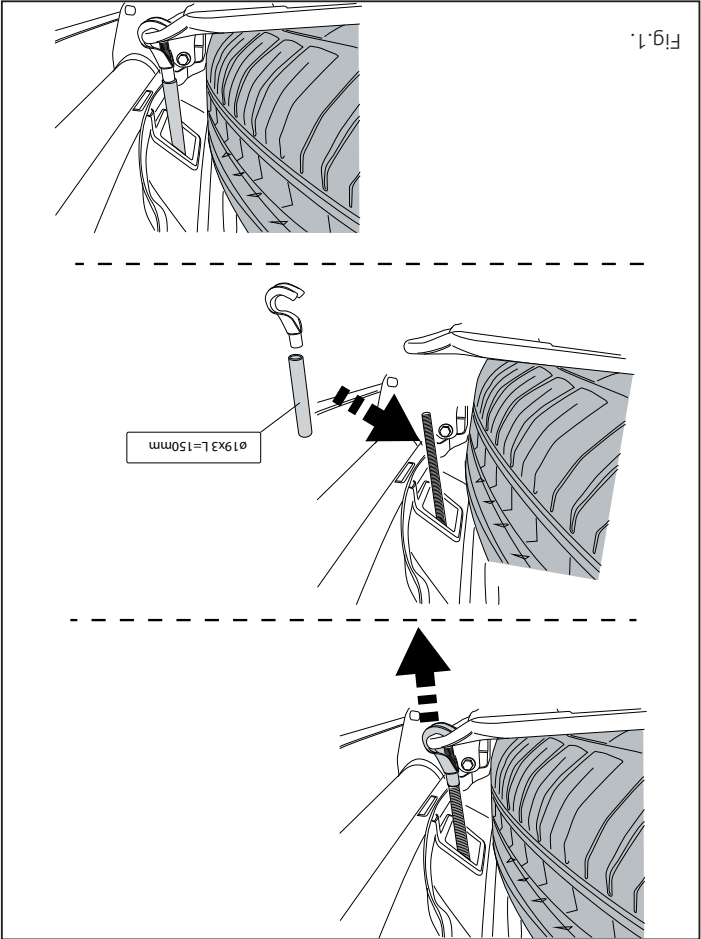

Fig.1.
11. **Let op, indien aanwezig:** Monteer het aangegeven deel. Herplaats het reserve wiel. Zie fig. 1
11. **Please note: if present:** Fit the part indicated. Return the spare wheel to its original position. See fig 1.
11. **Achtung, wenn vorhanden:** Den angegebenen Teil montieren. Das Ersatzrad wieder anbringen. Siehe Abbildung 1.
11. **Внимание, если имеются:** Установить указанные детали. Поставить запасное колесо на место. См. рисунок 1.